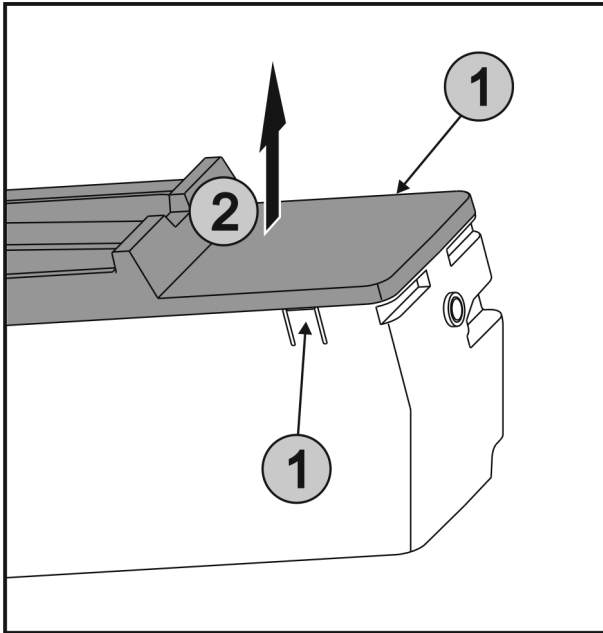

Fig. 49
- ▶ Lippen Fig. 49 (1) aan beide zijden van EasyTwist-Ice gelijktijdig indrukken en de afdekking Fig. 49 (2) omhoog verwijderen.